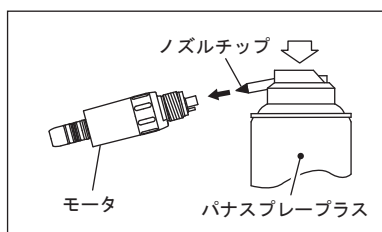

図 6
- 2) パナスプレープラスのノズルチップにノズルチップを挿し込みます。（図6）